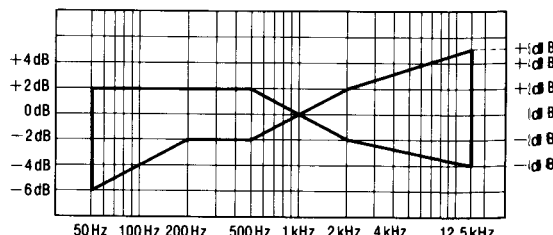

Fig. 5
4. Après cela, amplifier le signal enregistré sur la bande vierge CrO2 (QZZCRX) et la bande vierge métallisée (QZZCRZ) jusqu'à 14kHz et régler de la même manière que celle mentionné ci-dessus. Puis, vérifier que le niveau de fréquence soit en deçà de la plage montrée à la Fig. 5.